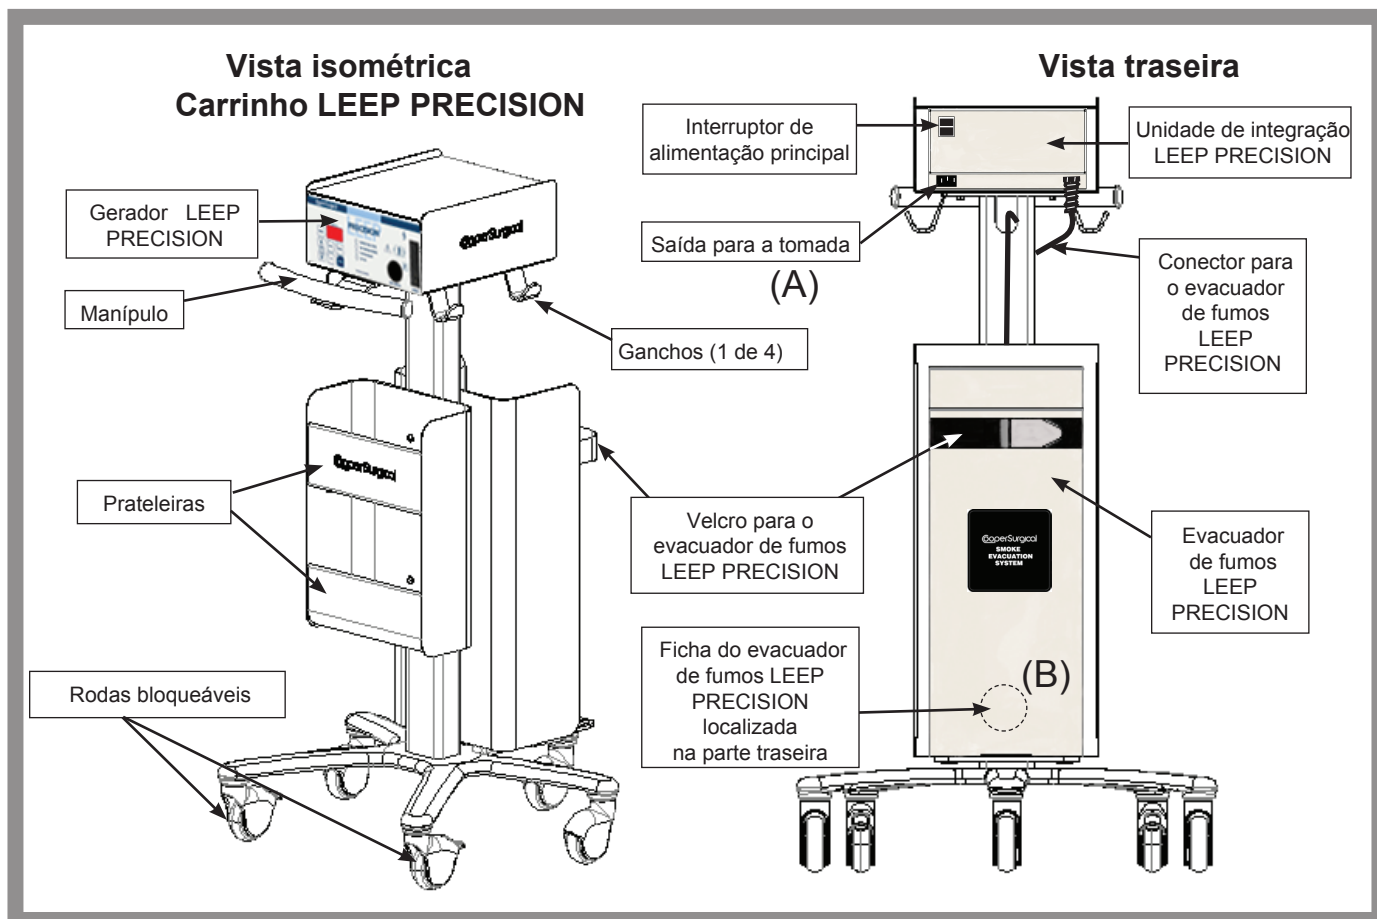

Figura 1
2. Ligue o conector (localizado em [B] na Figura 1) da unidade de integração LEEP PRECISION à parte traseira do evacuador de fumos LEEP PRECISION.
Certifique-se de que o interruptor de ligado/desligado (ON/OFF) **12** do sistema integrado LEEP PRECISION, localizado na unidade de integração LEEP PRECISION, está na posição DESLIGADO (OFF: "O"). Em seguida, ligue o cabo de alimentação ao recetáculo **13** na unidade de integração LEEP PRECISION e, depois, a uma tomada de rede de classificação hospitalar para obter energia [consulte (A) na Figura 1].